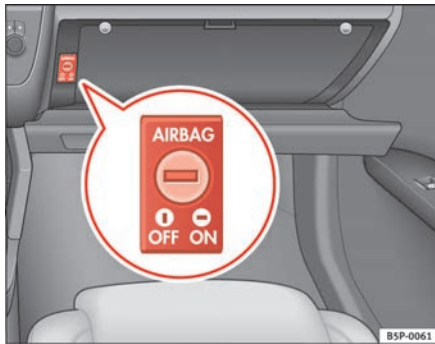

Fig. 26 En la guantera: conmutador con llave para activar y desactivar el airbag del acompañante
- Utilizando la llave de encendido, gire el interruptor de llave del interior de la guantera hasta la posición **OFF** ⇒ fig. 26.
- Utilizando la llave de encendido, gire el interruptor de llave de la guantera hasta la posición **ON** ⇒ fig. 26. ▶